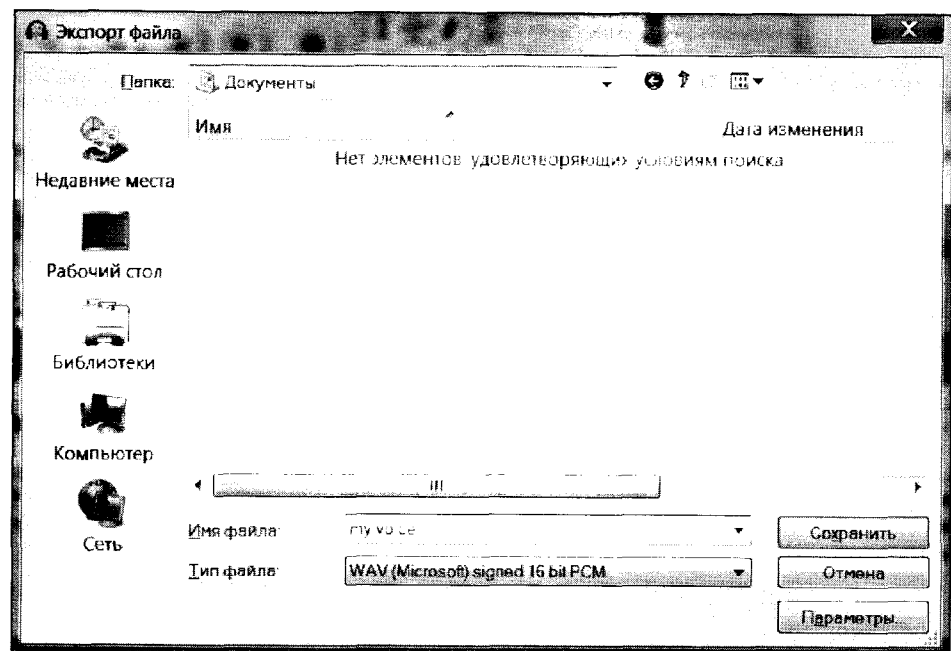

Рис. 20. Диалоговое окно **Экспорт файла**
- * **Файл** → **Экспортировать** (рис. 20);